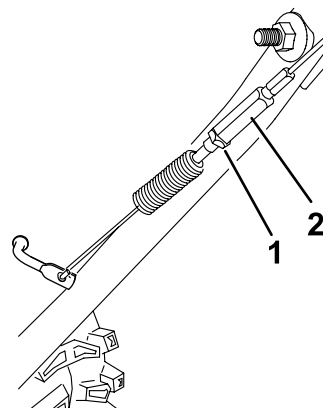

Figura 37
5. Allentate il controdado (**Figura 37**).
6. Allentate o serrate il tornichetto che regola la tensione del cavo (**Figura 37**).